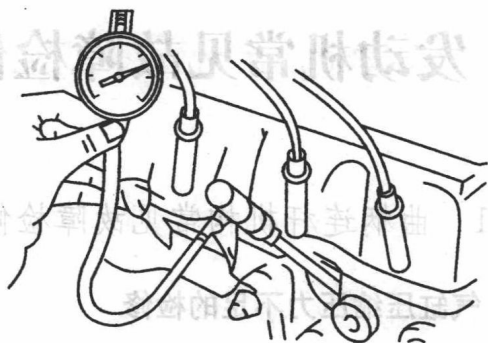

图 1-1 检查气缸压力
①气缸垫损坏。
②进气门和排气门的气门间隙调整不当。
③进气门和排气门与气门坐垫密封不严。
④活塞环安装不正确,没有按原厂规定安装。
⑤活塞环和气缸严重磨损。若向气缸内倒入少量机油可增加压缩压力,说明活塞环和气缸磨损严重。
①发动机温度应为 $70^{\circ}\text{C} \sim 80^{\circ}\text{C}$,蓄电池放电程度不得低于 50%,以使发动机转速超过 250r/min。
②吹净火花塞外部尘土,拆下各缸火花塞,将节气门和阻风门完全打开。
③排除气缸内废气,将气缸压力表放在火花塞孔上,检查气缸压力如图 1-1 所示。
④用起动机带动曲轴,记下压力表所示的压力数,连续试验两次以上,依次检查各缸压缩压力。